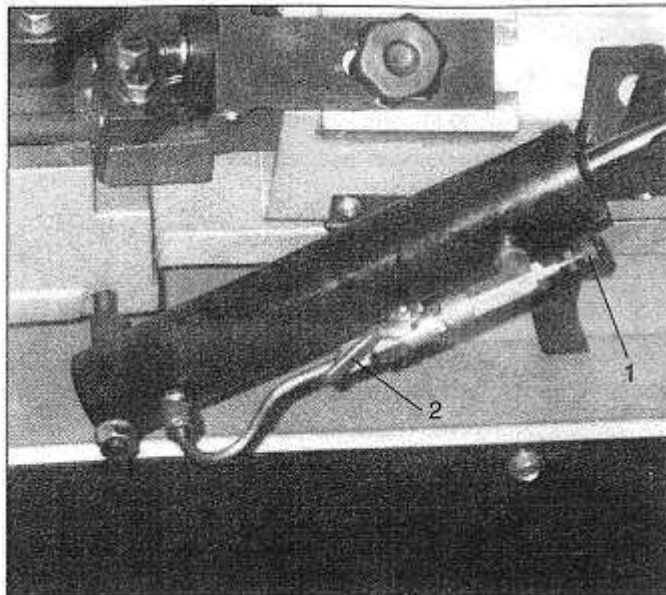

Fig.4
Le sélecteur d'avance hydraulique est utilisé pour contrôler la vitesse d'avance de la lame et verrouiller le bras en position verticale. Pour augmenter le rythme de l'avance, tournez le bouton (1, fig. 4) dans le sens contraire des aiguilles d'une montre. Pour diminuer la vitesse d'avance, tournez le bouton (1) dans le sens horaire. Pour arrêter l'écoulement du fluide hydraulique, tournez le levier comme sur la figure 4. Pour mettre le vérin hydraulique en marche, soulevez le levier (2) en position.